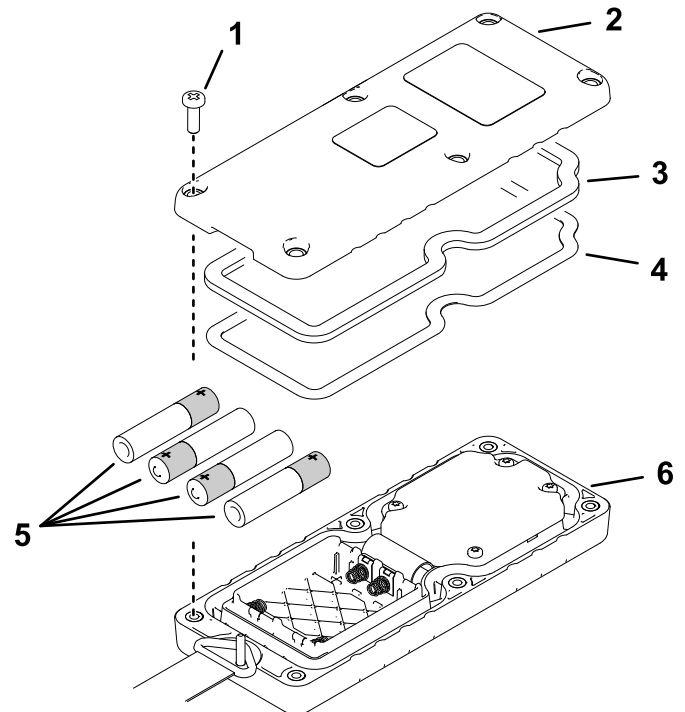

Figura 7
2. Inserte cada pila en su alojamiento observando la polaridad correcta (Figura 7).
3. Asegúrese de que la junta de acero y la junta de goma están asentadas en la ranura del control remoto, y coloque la tapa trasera (Figura 7).
4. Sujete la cubierta con 6 tornillos (Figura 7) y apriételos a 1.5-1.7 N·m (13-15 pulgadas-libra).